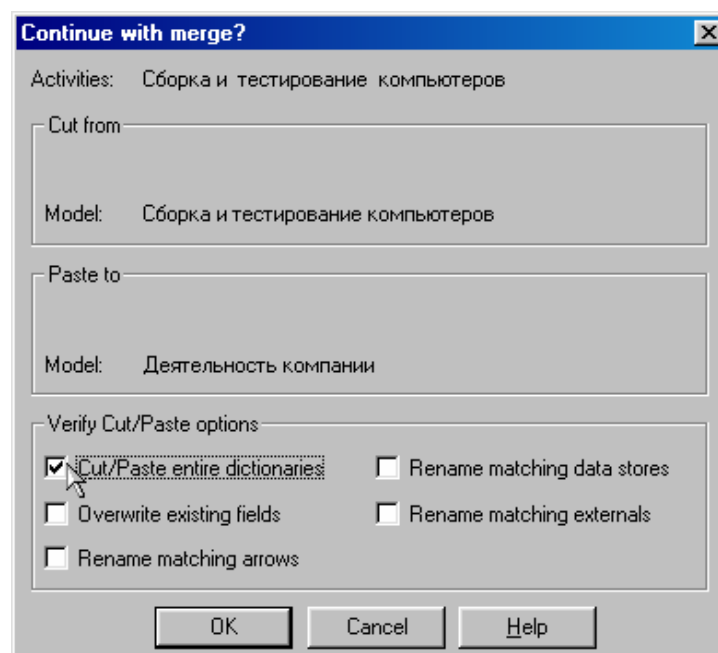

Рисунок 7.7 – Включение опции *Cut/Paste entire dictionaries*
7. В диалоговом окне *Merge Model* включите опцию *Cut/Paste entire dictionaries* (рисунок 7.7) .